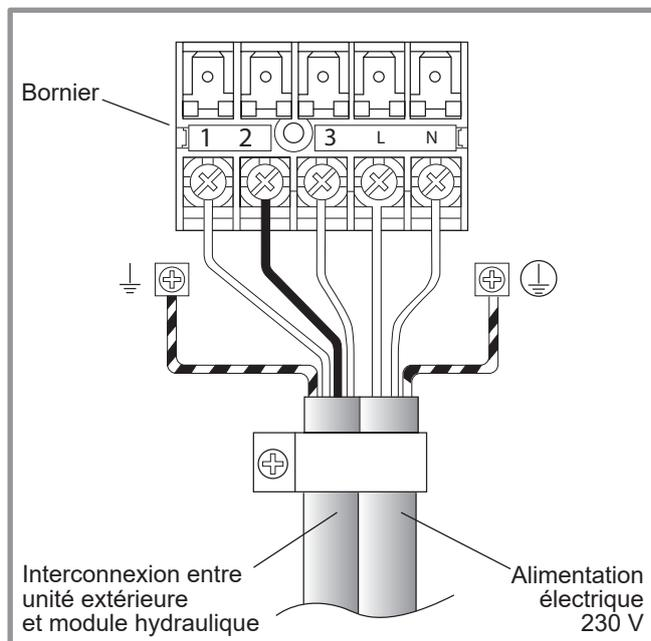

figure 36 - Connexions au bornier de l'unité extérieure
- Effectuer les raccordements suivant le schéma (figure 36).